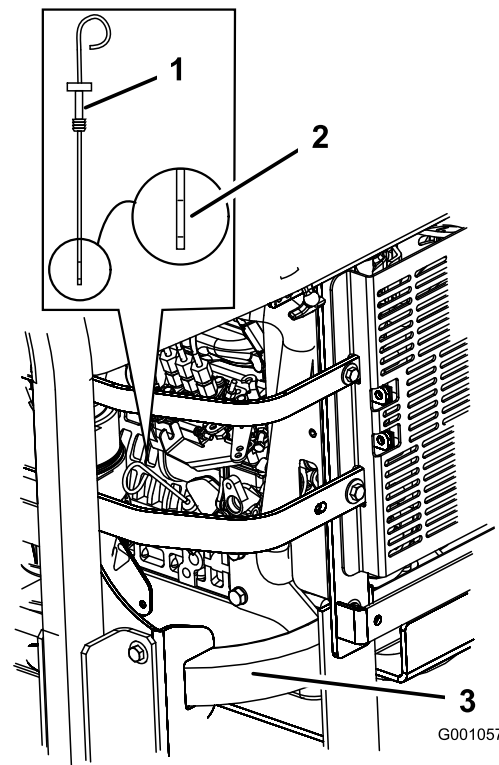

Bild 43
3. Reinigen Sie den Bereich um den Ölpeilstab herum (Bild 43), damit kein Schmutz in den Einfüllstutzen gelangen und so den Motor beschädigen kann.
4. Ziehen Sie den Ölpeilstab heraus und wischen das Metallende ab (Bild 43).
5. Schieben Sie den Ölpeilstab vollständig in den Einfüllstutzen. Ziehen Sie den Peilstab wieder heraus und prüfen Sie das Metallende (Bild 43). Gießen Sie bei niedrigem Ölstand nur so viel Öl langsam in den Einfüllstutzen, dass der Ölstand die Voll-Marke erreicht.